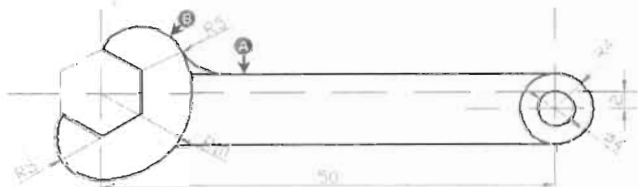

图 6-64
(3) 单击“修改”工具栏中的“圆角”按钮，对绘制的水平线和圆弧进行圆角，如图6-64所示，命令执行过程如下。